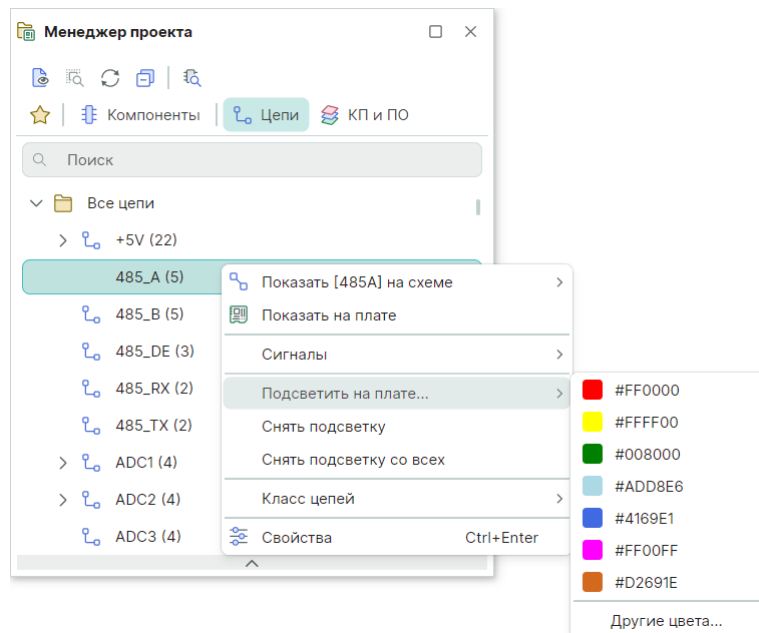

Рис. 486 Включение особого цвета отображения для цепи
1. Выберите цепь в «Менеджере проекта» и воспользуйтесь пунктом контекстного меню «Подсветить на плате», см. Рис. 486.